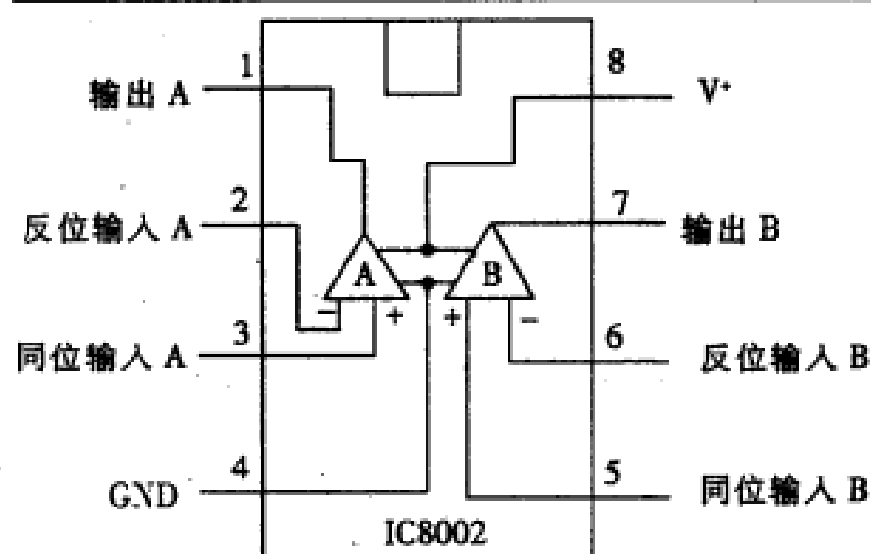

图 13
市电电压经 D8003 进行整流，由 R8006、R8005、R8004 和 R8003 对其分压取样。此取样电压接到双比较器 IC8002（如图 13 所示）第②脚，即 IC8002 内部“比较器 A”的反相输入端。“比较器 A”的正相输入端——IC8002 第③脚则是切换工作方式的基准电压，当市电电压较高时，反相输入端的取样电压要高于切换工作方式的基准电压值，使“比较器 A”输出端——双比较器 IC8002 第①脚输出低电平。“比较器 A”输出的低电平又从“比较器 B”的反相输入端——双比较器 IC8002 第⑥脚输入，经“比较器 B”的反相，使“比较器 B”输出端——双比较器 IC8002 第⑦脚输出高电平。“比较器 A”输出的低电平和“比较器 B”输出的高电平，分别使得 D8019 和 D8016 导通，加到推挽式驱动电路 IC8003 第⑩脚 HIN 和第⑪脚 LIN 两个输入端。由于推挽式驱动电路 IC8003 第⑩脚 HIN 输入为低电平，而第⑪脚 LIN 输入为高电平，使得由 Q8008 和 Q8007 组成的 OTL 脉冲放大电路交流对地短路，只剩推挽式电路驱动 IC8003 和由 Q8015 和 Q8014 组成的 OTL 脉冲放大电路在工作。只有由 Q8015 和 Q8014 组成的 OTL 开关放大电路在工作，比市电电压较低时使用的 BTL 开关放大电路的电压利用率小了一半，从而达到切换电源工作方式的目的。